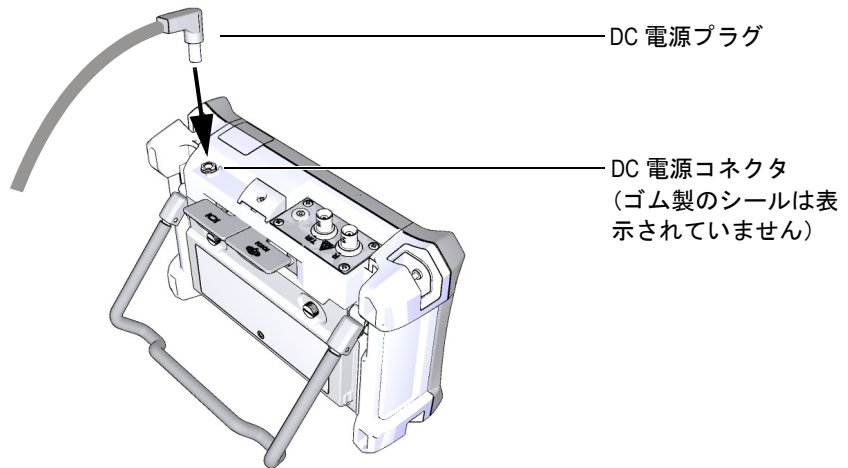

図 1-9 DC 電源プラグの接続
3. AC チャージャー/アダプタの DC 電源プラグを DC 電源コネクタにつなぎます (27 ページ図 1-9 参照)。